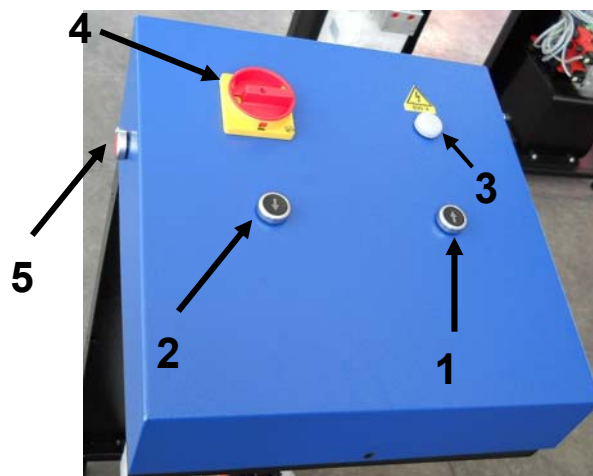

Bild 4
STEUERPULT: die Einrichtung besteht aus einen Metallschrank, enthaltend den Öltank, Pumpenmotorsatz, Elektroventileinrichtung und elektrische und hydraulische Versorgungsanschlüsse. Die Niederspannungsteuerung (24V) ist auf den Schaltschrank aufgesetzt und ist mit Tippschalter vorgesehen. Diese sind im **Bild 4** vorgestellt.
QUETSCHGEFAHRSCHUTZ: Die Hebebühne ist mit einer Einrichtung ausgerüstet die, während des Senkungsverfahrens diese bei 400 mm vom Grund stoppt. Um die Hebebühne komplett abzusenken, muss der Bediener den Absenkungsdruckknopf (2) (**Bild 4**) am Bedienungspult auslösen und ihn nochmals drücken.
HAUPTSCHALTER: Der Hauptschalter (4) (**Bild 4**) inaktiviert jeden möglichen Betrieb der Maschine. Schließen Sie den Hauptschalter mit einem Locker, um nicht befugtes Personal vom Benutzung der Hebebühne abzuwenden.